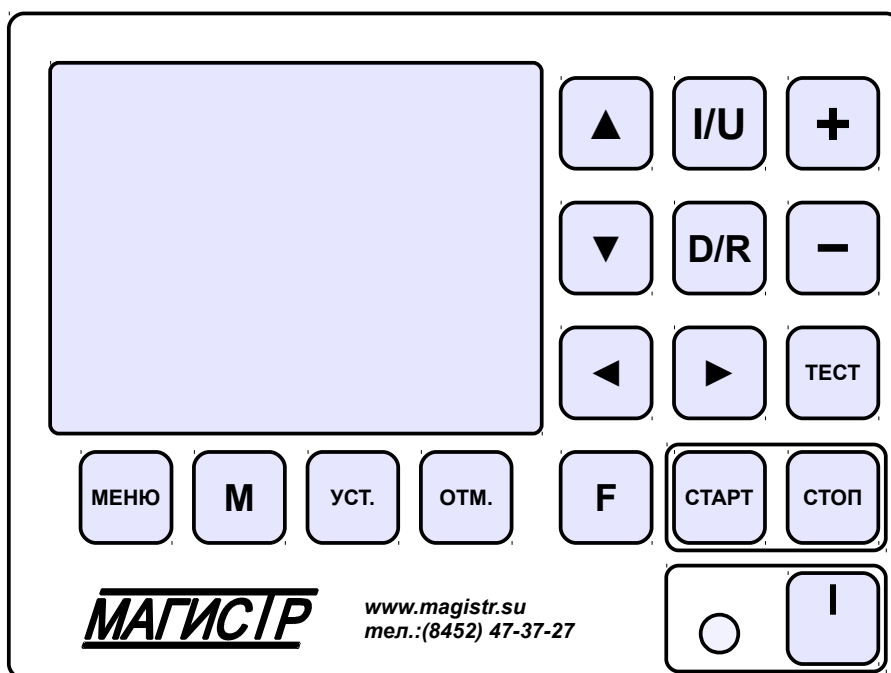

Рис. 3 Внешний вид выносного пульта управления.
1.4.1.3 Пульт управления состоит из металлического корпуса с расположенной внутри печатной платой. На нижней стороне пульта установлен соединитель для подключения к силовому блоку. На передней панели пульта расположены органы управления и индикации. Вид пульта приведен на рис. 3.
2.2.3 Источник подключается к сети переменного тока и нагрузке в соответствии с рис. 3.